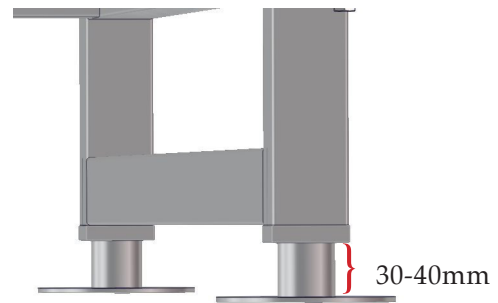

Abbildung 2
2. Senken Sie den Ofen wieder auf den Boden ab. Stellen Sie die vier äußeren Standbeine an den vier Ecken des Grundrahmens ein. Beginnen Sie mit einer Höhe von 32 mm (siehe Abb. 2) und nivellieren Sie den Ofen von Seite zu Seite und von vorne nach hinten (siehe Abb. 3).
- ANMERKUNG:** Die einstellbaren Abmessungen beziehen sich von der Oberseite des Beinflansches bis zur Unterseite des rechteckigen Beinrahmens (siehe Abb. 2). Falls die Höhenabmessungen 40 mm überschreiten oder der Wagen nicht auf einem stabilen, waagrechten Boden steht, kann Folgendes geschehen: